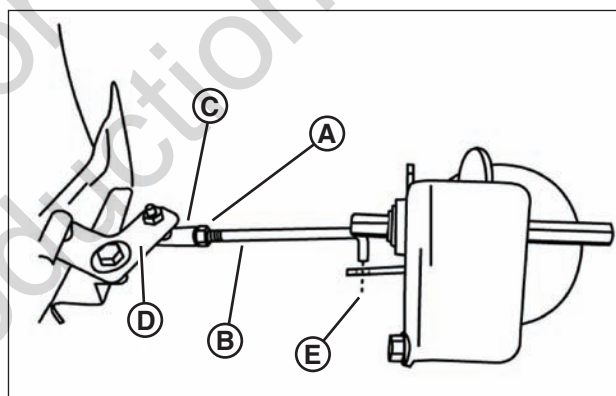

Figure 29: Réglage de la tige de transfert
- Desserrez le contre-écrou (**A**, **Figure 29**) fixant la tige de transfert (**B**) au joint à rotule (**C**) sur le support d'articulation (**D**).